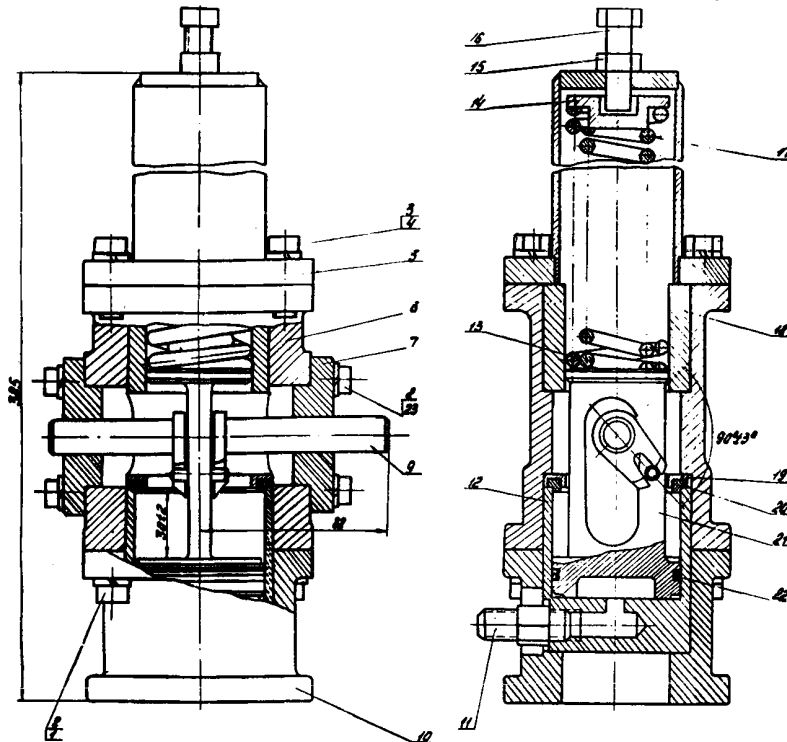

Рис. 19. Привод СБК:
18.3. Вывинтить болты 3 (рис. 19), снять
18.19. Вставить втулку 18 (см. рис. 19) в корпус 6.
18.31. Установить пружины 13, 17 (см. рис. 19), направляющую 14.